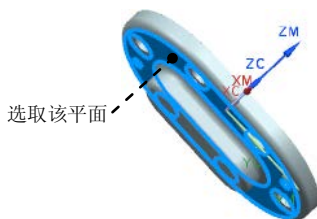

图 19.32 指定底面
(1) 单击“钻”对话框中 **指定底面** 右侧的  按钮, 系统弹出“底面”对话框。
(2) 在“底面”对话框中的 **底面选项** 下拉列表中选择 **面** 选项, 选取图 19.32 所示的面。
(3) 单击“底面”对话框中的 **确定** 按钮, 返回“钻”对话框。